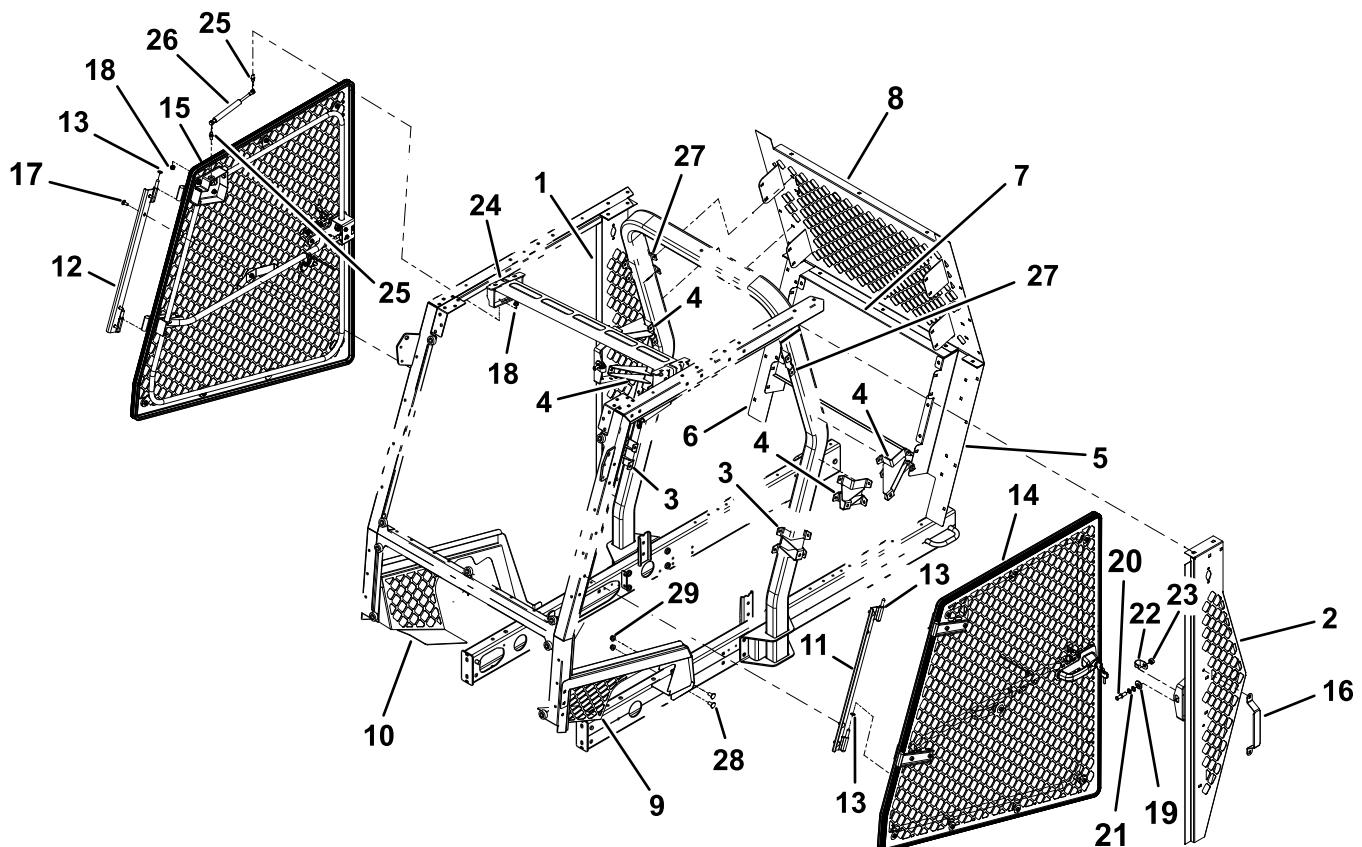

**Figura 7**
10. Utilizzate le viti a testa tonda (5/16" x  $\frac{3}{4}$ ") e i dadi flangiati (5/16") per montare la maniglia sul pannello laterale sinistro (Figura 7).